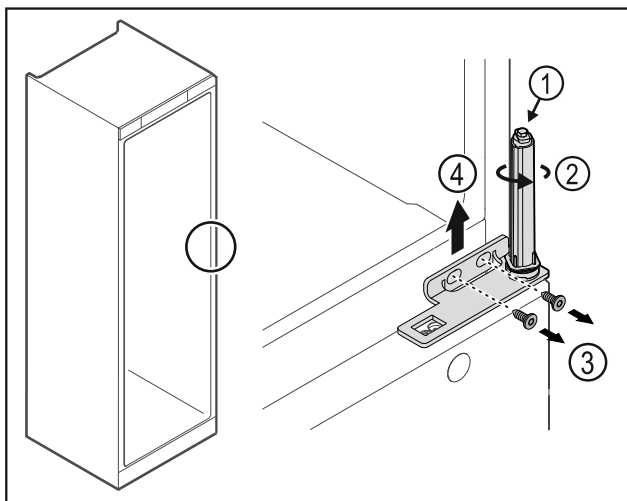

Fig. 26
- ▶ Ne pas désassembler le système de fermeture de la porte Fig. 26 (1).
- ▶ Tourner le système de fermeture Fig. 26 (2) jusqu'à entendre un clic.
- ▶ Desserrer les vis Fig. 26 (3) et retirer l'équerre de charnière par le haut Fig. 26 (4).